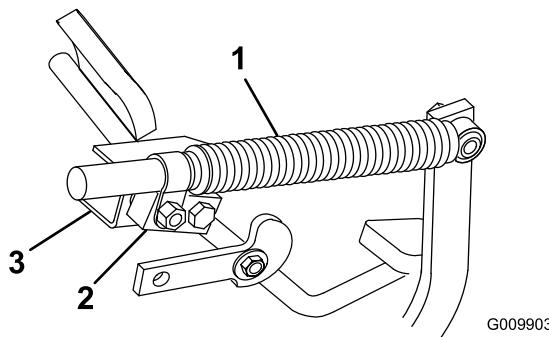

図 59
2. ダンパ・ピボットをダンパ・ブラケットに固定しているロックナットをゆるめる（図 59）。